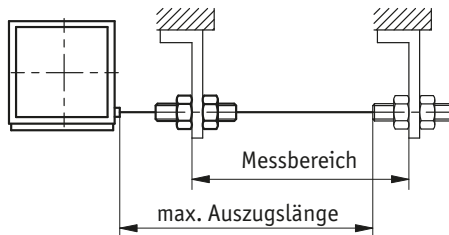

Abb. 3: Prüfung Auszugslänge
- ▶ Das Seil nicht über die angegebene maximale Auszugslänge ausziehen (siehe Abb. 3).
- ▶ Seil senkrecht zum Seilausgang führen (siehe Abb. 3).
Montage Seilzuggeber (Abb. 2, Abb. 3):
3. Nach der Befestigung des Seilzuggebers ist die maximale Auszugslänge zu prüfen (Abb. 3). Das Seilabschluss-Stück (Seilaufnahme, Konter- und Einstellmutter) bzw. das Seil muss dazu bis an die vorgesehene Befestigungsstelle ausgezogen werden. Das Seil darf dabei nicht verdreht werden.